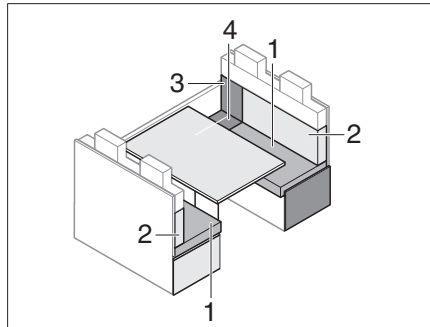

Fig. 208 Antes de la transformación
- Quitar el cojín del respaldo (Fig. 208,2) y ponerlo al lado.